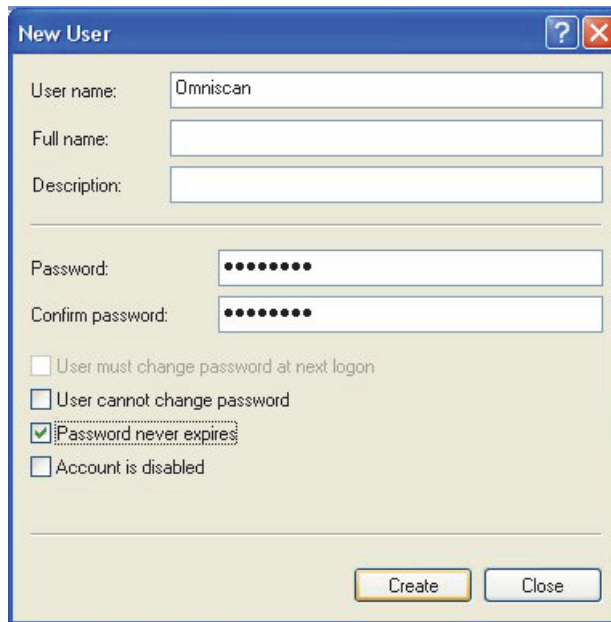

Рис. 7-12 Окно Новый пользователь (Windows XP)
5. В текстовом поле **User name** (Имя пользователя) диалогового окна **New User** (Новый пользователь) введите **Omniscan**, соблюдая использование заглавных букв (см. Рис. 7-12 на стр. 225).